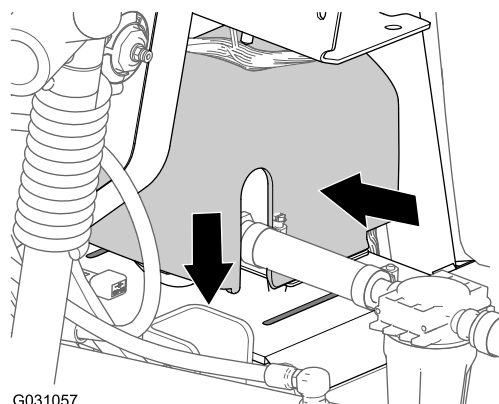

Figura 148
2. Allineate la copertura della pompa di lavaggio sulla piastra a sella per la pompa di lavaggio (Figura 148).
3. Premete insieme i lati della copertura della pompa di lavaggio e allineate le alette della copertura con la piastra a sella (Figura 148).
4. Inserite le alette nelle scanalature e rilasciate i lati della copertura (Figura 148).